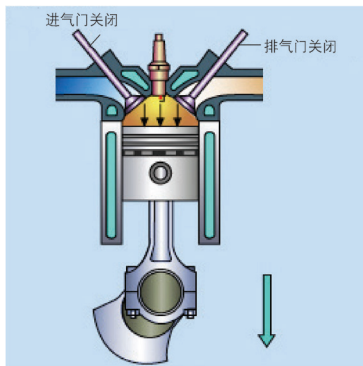

图 2-3 做功行程
③ 做功行程。当活塞位于压缩行程接近上止点(即点火提前角)位置时,火花塞产生电火花点燃混合气并迅速燃烧,这时进气门和排气门仍然保持关闭,混合气燃烧放出大量的热使气缸内的气体温度和压力急剧升高,从而推动活塞从上止点向下止点运动,通过连杆使曲轴旋转并输出机械能,如图 2-3 所示。